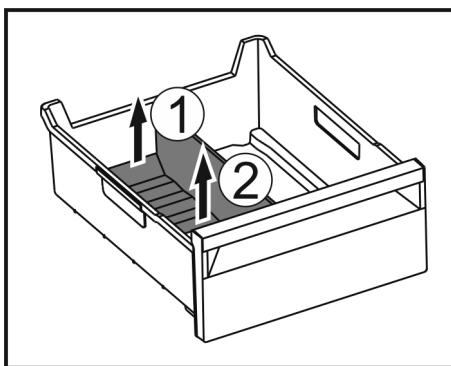

Fig. 195
- Підняти задню частину перегородки відділення для льоду. Fig. 195 (1)
- Вилучити перегородку рухом вгору. Fig. 195 (2)